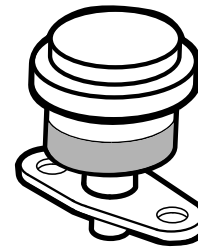

Bild 50
1. Überprüfen Sie die Blockadeanzeige des Filters. Wenn die Anzeige rot ist, muss der Luftfilter ausgetauscht werden (Bild 50).